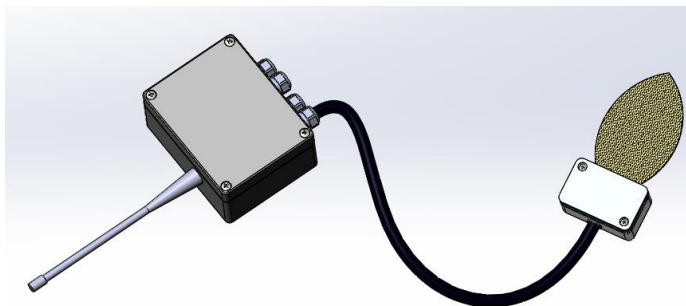
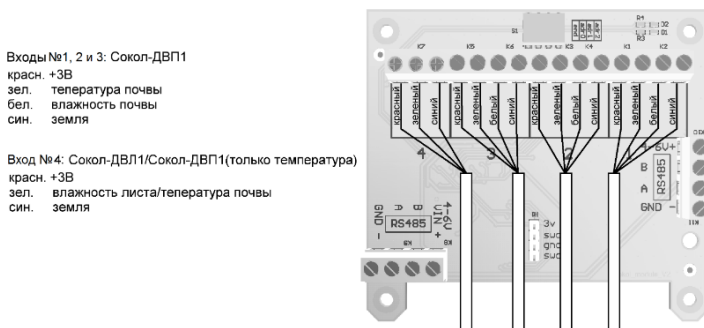

Рисунок 2. Пример подключения выносного датчика влажности листа к изделию «СОКОЛ-БМВД1».
Рисунок 3. Схема подключения проводов выносных датчиков к колодкам питания БМВД.
2.3. Кабель ДВЛ заводится внутрь корпуса Беспроводного модуля выносных датчиков «СОКОЛ-БМВД1» через гермоввод на вход №4 (рис.2).
2.4. Внутри корпуса «СОКОЛ-БМВД1» провода зажимаются в соответствующие колодки согласно маркировке (рис.3).
2.6. Принцип измерения – резистивный. Схема подключения выносных датчиков к «СОКОЛ-БМВД1» приведена в на рис.2 и рис.3 настоящего паспорта.
- подключить датчик «СОКОЛ-ДВЛ1» через гермоввод на вход №4 к колодкам согласно маркировке (рис.2 и рис.3);